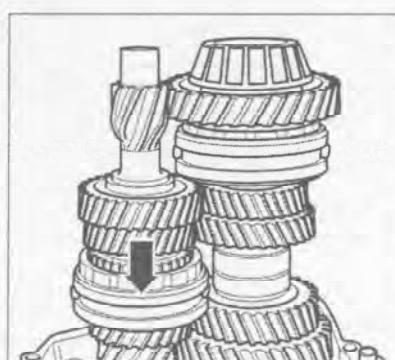

Рис. 7.63. Установите корпус коробки передач вертикально и включите 3-ю передачу (стрелка).
17. Установите корпус коробки передач вертикально и включите 3-ю передачу (стрелка) (рис. 7.63).